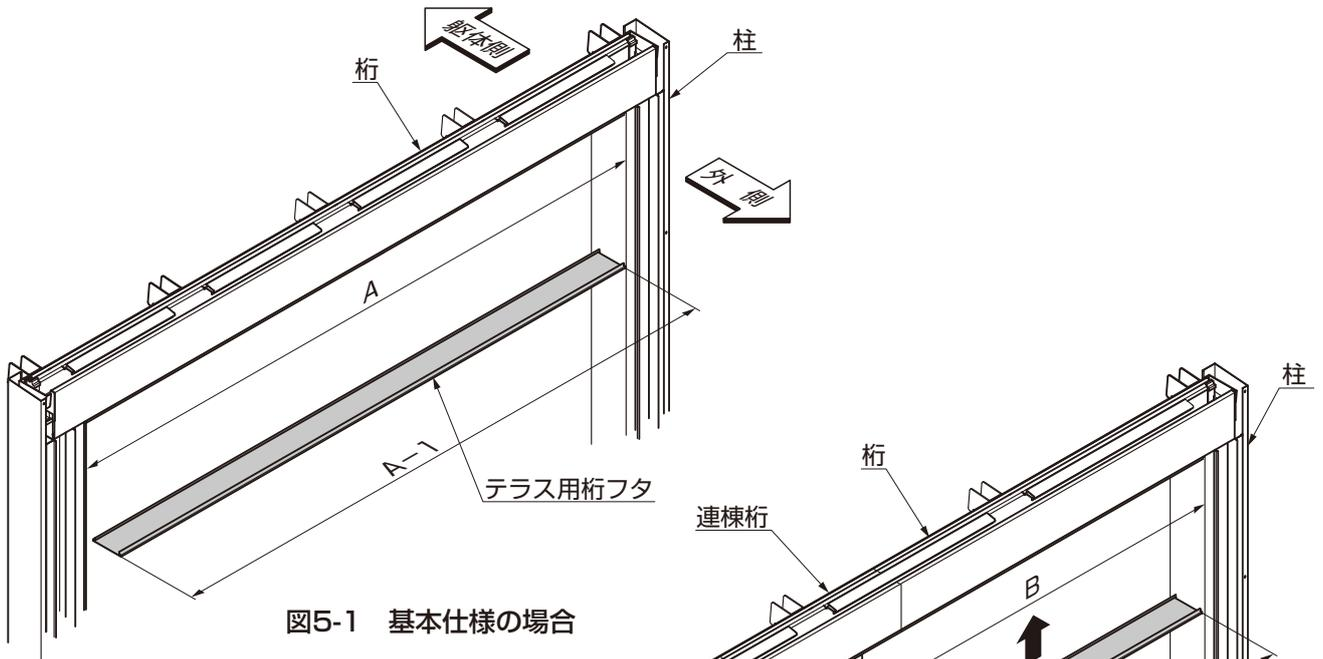
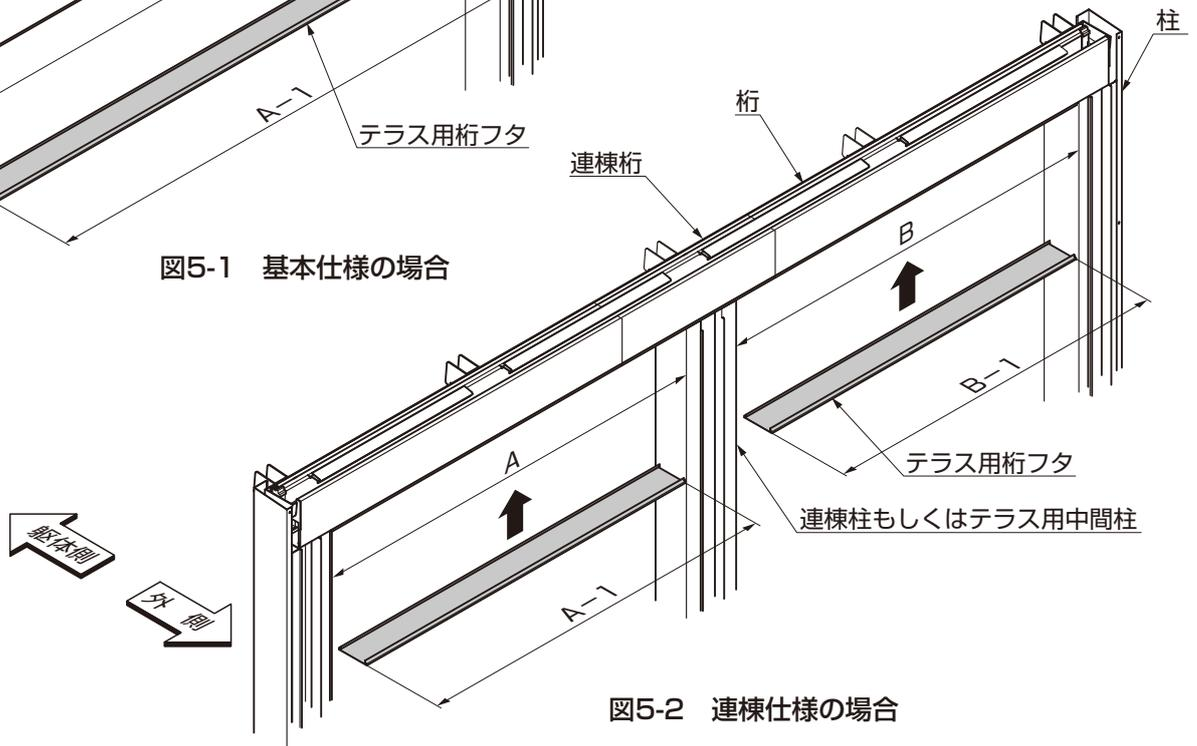

図5-1 基本仕様の場合
図5-2 連棟仕様の場合
- ①柱の内々寸法を実測 (A寸法またはB寸法) し、テラス用桁フタを切断加工してください。(図5-1、図5-2参照)